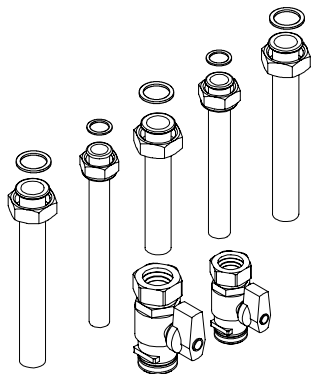

Figura 5.2
- Avvitare i rubinetti e i raccordi rapidi sull'impianto idraulico Figura 5.2 .